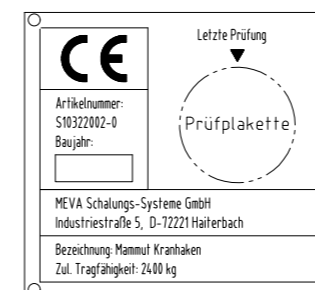

Fig. 8 Plaque d'identification
- Bonne lisibilité de la plaque d'identification (Fig. 8)